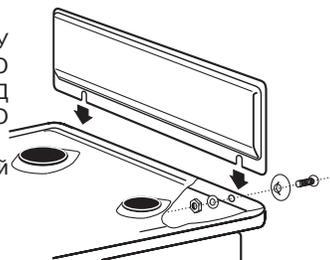

Рис. 13
- Щиток (при наличии) закрепляется перед установкой плиты (рис. 13).